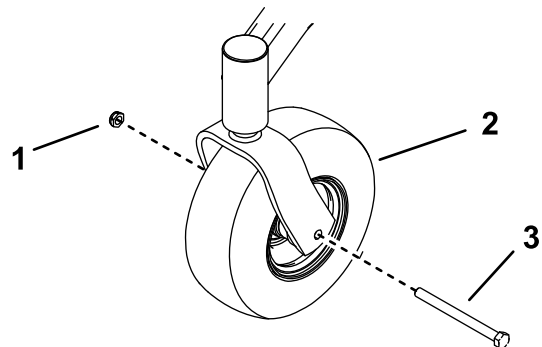

Figure 1
1. Enlevez le contre-écrou et le boulon de fixation de la roue pivotante à la chape (Figure 1). Déposez la roue.
2. Utilisez le contre-écrou et le boulon pour installer la roue pivotante pneumatique (Figure 1). Vérifiez que la tige de soupape est dirigée vers l'extérieur de la machine. Serrez le boulon à un couple de 91 à 113 N·m (67 à 83 pi-lb).